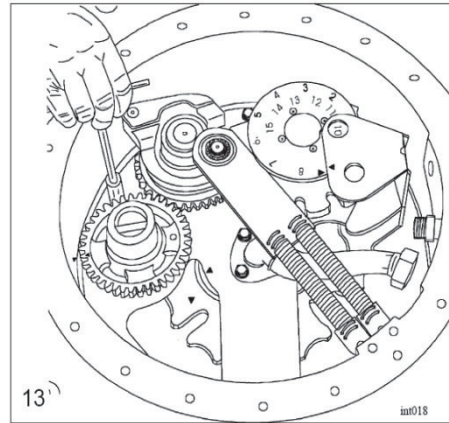

图 12 拔出定位销
1. 用 M5x20 螺栓拔出储能机构的固定销。记住定位销的位置以便复装（图 12）。